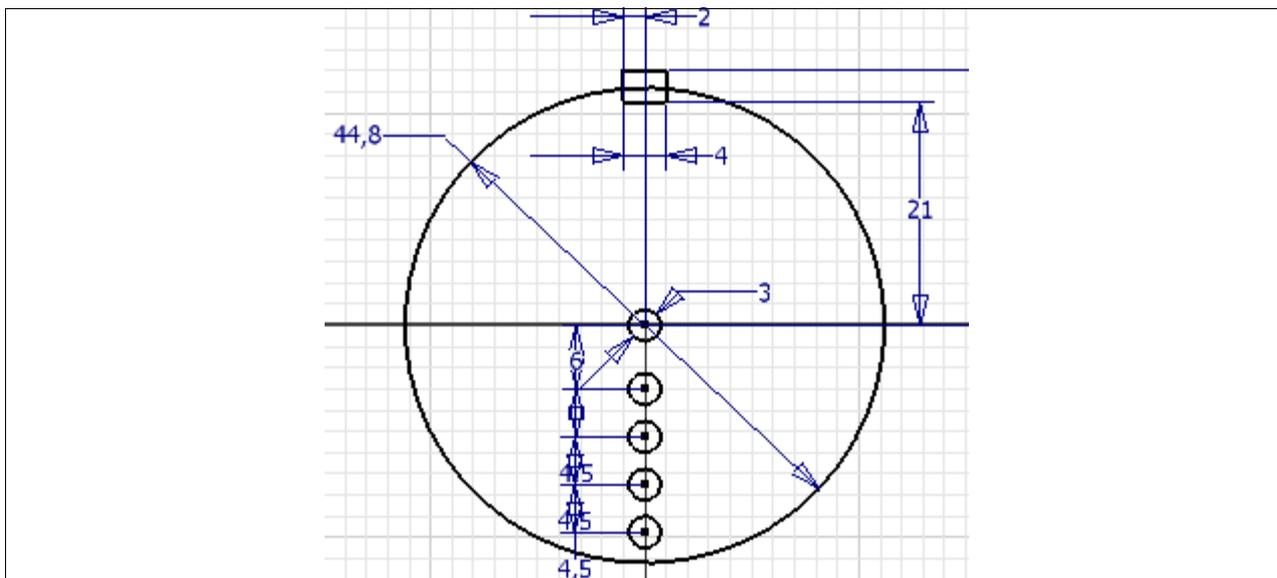

Рис. 14. Эскиз матрицы.
1. При помощи команд **Center Point Circle**, **Three Point Rectangle**, **General Dimensional** самостоятельно постройте эскиз (Рис. 14). Используйте кнопку **Constraint** (Связь) на панели **Sketch** (Эскиз) для просмотра выпадающего меню инструментов **Constraint** (Связь). Кликните на направленной вниз стрелке рядом с кнопками (Связь) и затем кликните на кнопке **Equal** (Уравнять). Применение связи **Equal** (Уравнять) приводит к тому, что выбранные окружности будут иметь одинаковый радиус. Кликните на первой (центральной) окружности, кликните на второй для того, чтобы уравнять ее с первой. Чтобы быстро сделать так, чтобы несколько дуг или окружностей имели одинаковый радиус или несколько линий имели одинаковую длину, выберите эти примитивы, затем кликните на кнопке **Equal** (Уравнять).